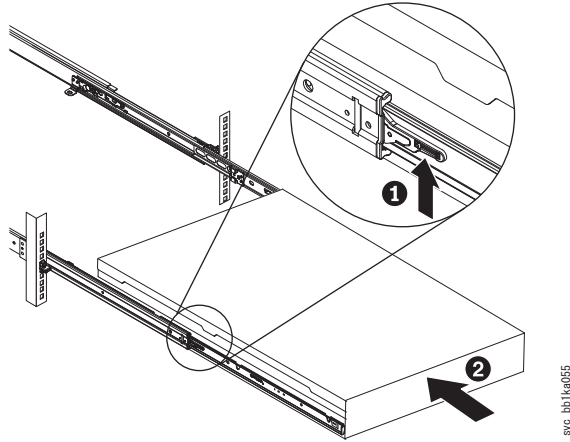

図 125. ラックのスライド・レールの SAN ボリューム・コントローラー 2145-CF8 または 2145-CG8 ロック・レバーを上げる
12. スライド・レール上のロック・レバー (157 ページの図 125 の **1**) を上げて、サーバー **2** を、所定の位置にカチッと音を立てて収まるまで、ラック内に完全に押し込みます。